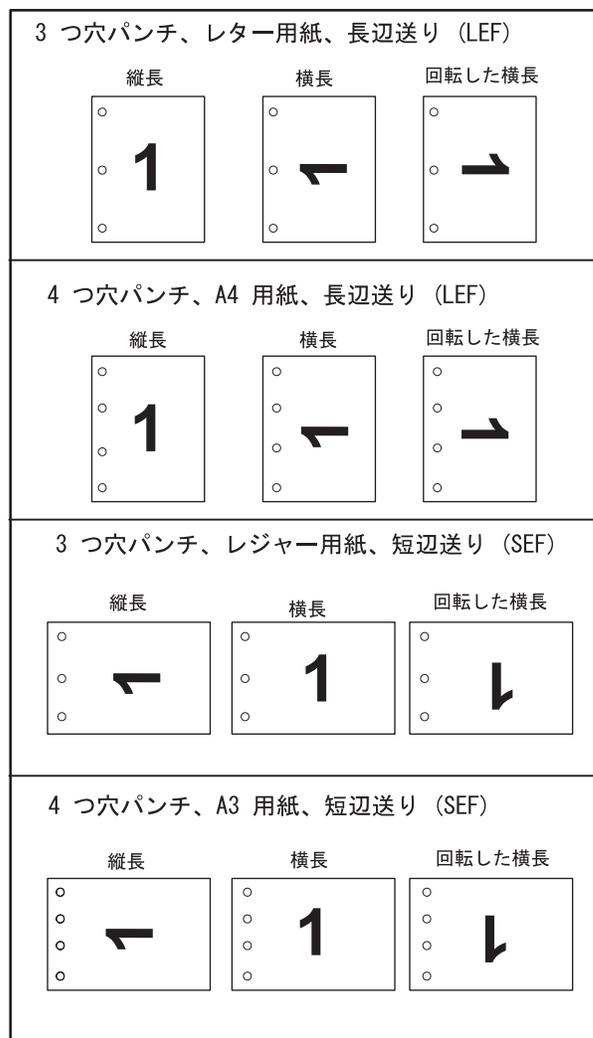

図2. パンチ位置
3. 59ページの図2 で選択するパンチ位置を決定します。パンチ位置を決定する要素は 2 つあります。